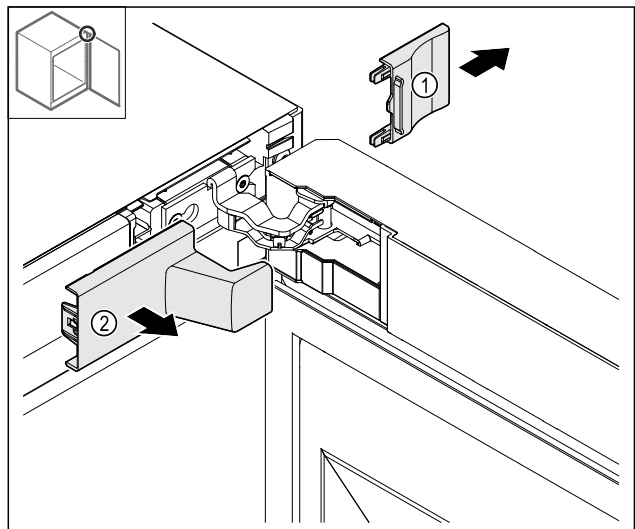

Fig. 7
- Abdeckung Fig. 7 (1) und dann Fig. 7 (2) entfernen.